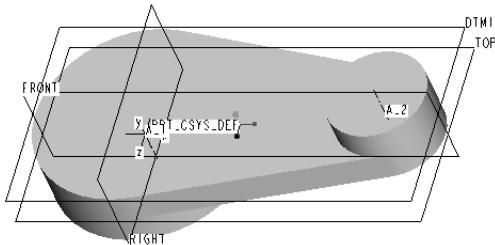

图 3.34 圆柱体 C 生成后的情况
- (6) 进入草绘模式，单击【草绘】操控板中的创建同心圆按钮 ，然后单击小半圆弧，拖动鼠标绘制一个圆，其中心与小半圆弧圆心重合。
- (7) 单击小半圆弧，按下 Delete 键，将小半圆弧删除。
- (8) 单击【草绘】操控板中的确定按钮 ，完成草图设计。
(9) 在【选项】的【侧 1】下拉列表框中选取【盲孔】选项。
(10) 在【输入深度】输入框中输入拉伸厚度为 3, 确定后单击  按钮。
(11) 单击【保存的视图列表】按钮 , 选取【默认方向】命令, 查看生成的圆柱体 B 特征, 其结果如图 3.34 所示。